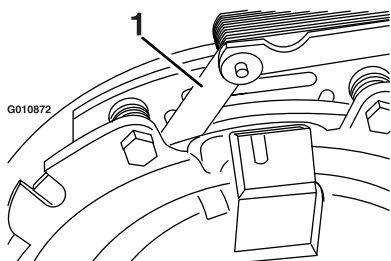
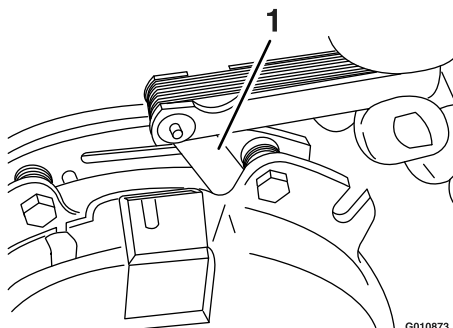

Figure 66
Figure 67
- E. À l'aide d'une jauge d'épaisseur de 0,025 cm, vérifiez qu'il existe un entrefer entre le rotor et la face de l'induit de chaque côté du pôle de frein, comme montré à la Figure 66 et la Figure 67.